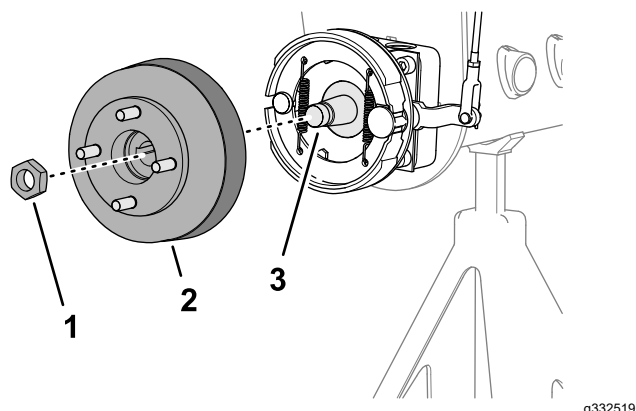
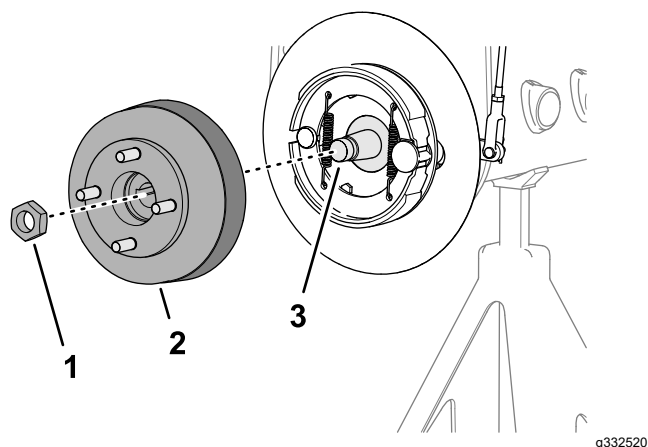

Figura 73
Figura 74
3. Montate il mozzo della ruota e il tamburo del freno sull'albero motore della ruota (Figura 73 o Figura 74).
4. Fissate il mozzo della ruota all'albero con il dado di bloccaggio (Figura 73 o Figura 74) e serrate manualmente.